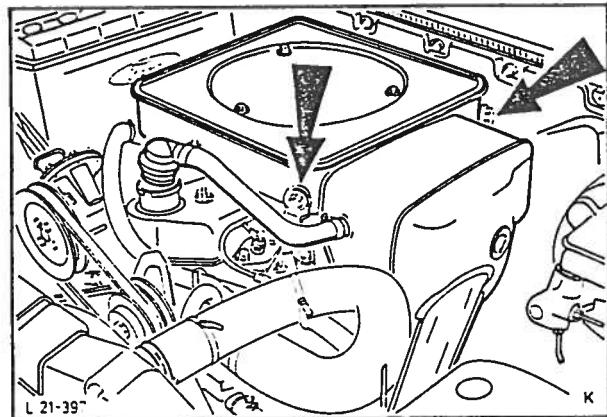

Fig. 98 Demontering av luftfilter.
2. Kople fra batteriets godsaksel og ta av luftfilteret, fig. 98.